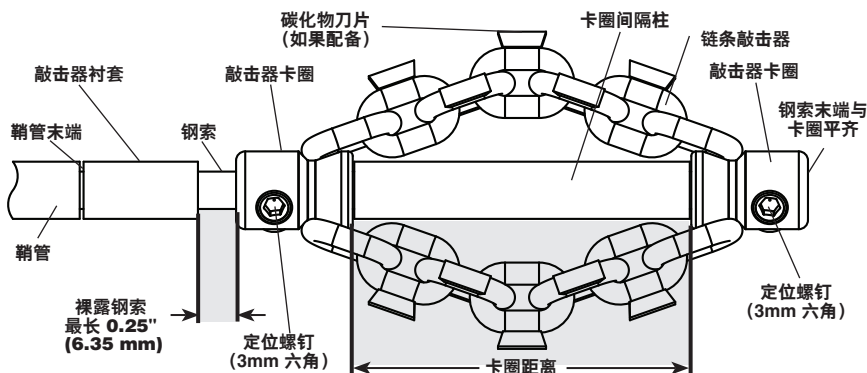

图 10 – 链条敲击器安装/调整
链条敲击器按卡圈内径确定规格，并与相应尺寸的钢索配套使用。切勿将较大尺寸的链条敲击器用于较细的钢索（例如， $\frac{5}{16}$ " 用于 $\frac{1}{4}$ " 钢索）。见图 10。
3. 图 10 显示了正确的链条敲击器安装和调整示意图。安装/调整链条敲击器时有两个关键点。
- 在未安装敲击器时，钢索末端应远离自己或他人身体。让机器在反向模式运行 5 秒，使钢索裸露长度达到最大值。将开关置于关 (O) 位置，拔下机器电源插头并取出电池。握住软管并扯出钢索，使之没有松弛部分，最大限度地露出钢索。
- 如果需要，剪一段适当尺寸的软管作为卡圈间隔柱（请参阅图 10 卡圈距离图）。
- 剪切之前在钢索上测试链条敲击器、敲击器衬套和卡圈间隔柱，如图 10 中所示。链条应当拉直 — 组装链条后切勿使其绞合。为了防止钢索头过度磨损，钢索头应与卡圈末端平齐。
- 按照图 10 中所示的方式将链条敲击器正确地安装在钢索上之后，利用提供的内六角扳手紧固定位螺丝。将定位螺钉顶端顶住钢索，然后再拧紧 $\frac{1}{8}$ 至 $\frac{1}{4}$ 圈（45° 至 90°）。如果定位螺丝未拧紧，链条敲击器可能会滑动、损坏钢索或掉在排水管中。